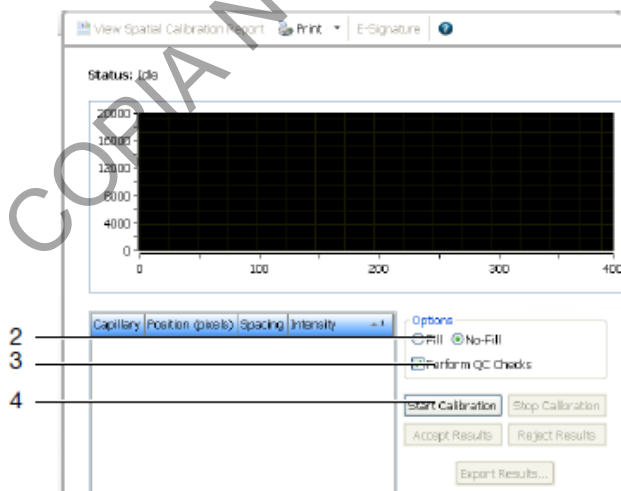
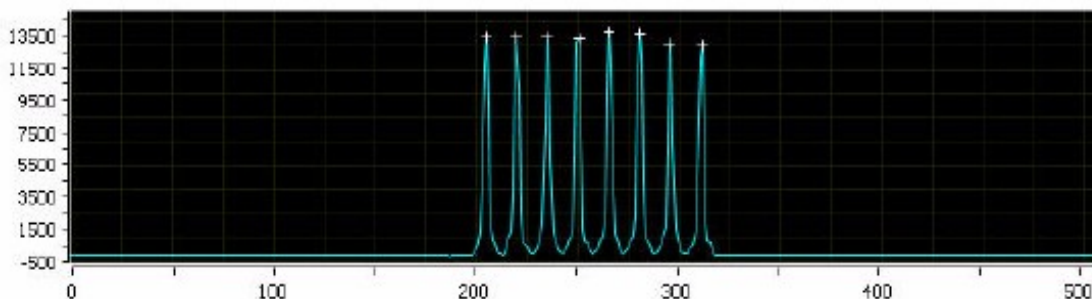

Figura 24. Opciones a seleccionar para iniciar la calibración espacial.
Figura 25. Pantalla de progreso de la calibración espacial.
**7.11.2** Seleccione "**Fill**". Esta opción permite llenar el arreglo de capilar con polímero antes de empezar la calibración (ver figura 24, punto 2).
**7.11.3** Dele click en "**Start Calibration**" (ver figura 24, punto 4). Se desplegará una pantalla que indica el progreso de la corrida (ver figura 25).